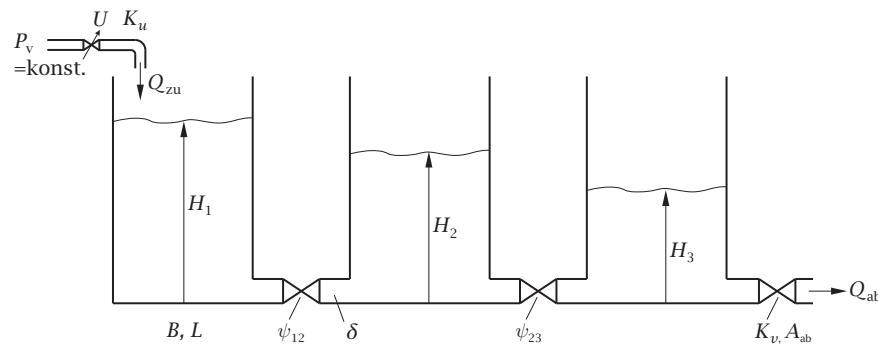

Abbildung 9.9: Dreitank
9.4 ☞ *Dreitank:* Für den in Abb. 9.9 dargestellten Dreitank sollen die Füllhöhen in den drei Flüssigkeitsbehältern zur Visualisierung an einem Steuerpult durch jeweils drei Lampen dargestellt